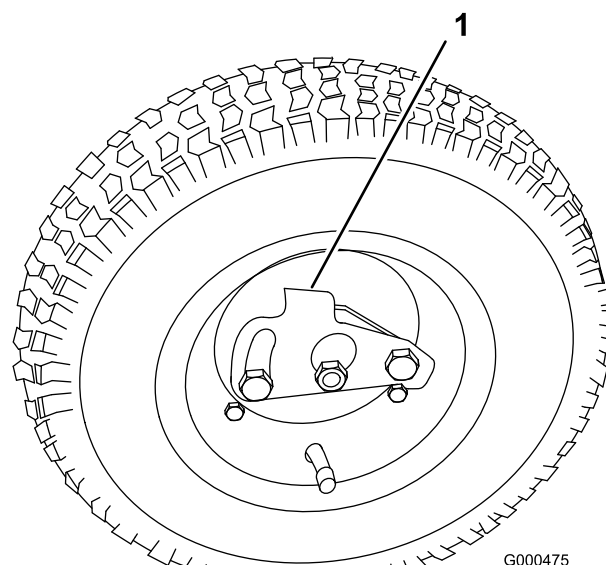

Figura 7
5. Inserite la ruota nell'assale (Figura 7).
6. Allontanate il clip di bloccaggio della ruota dal centro della ruota, lasciandolo scorrere sull'assale (Figura 7).